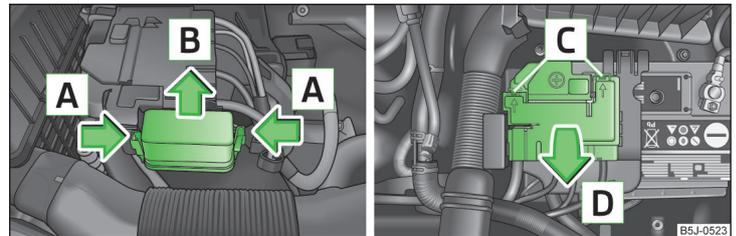

Fig. 159 Batería del vehículo: tapa de la caja de fusibles
- Apretar el estribo de seguridad de la tapa de la caja de fusibles simultáneamente en el sentido de la flecha **A** » fig. 159 retirando la tapa en el sentido de la flecha **B**.